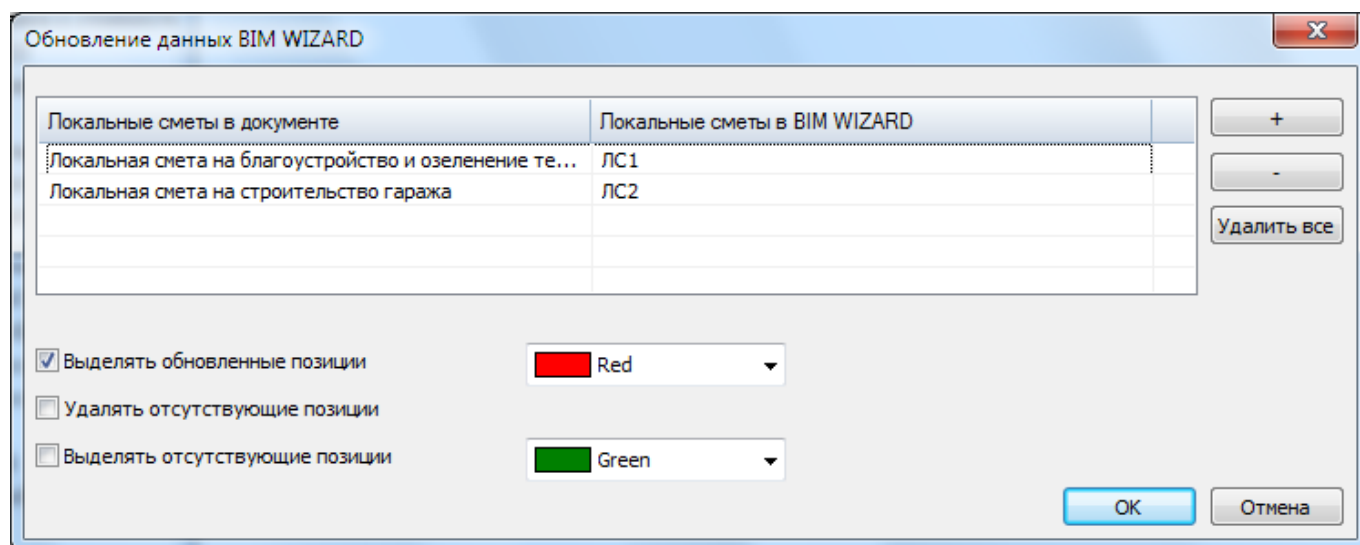

Рис. 9.2 Диалоговое окно Импорт данных BIM WIZARD
4. В открывшемся диалоговом окне *Обновление данных BIM WIZARD* (рис. 9.2) задать параметры импорта: